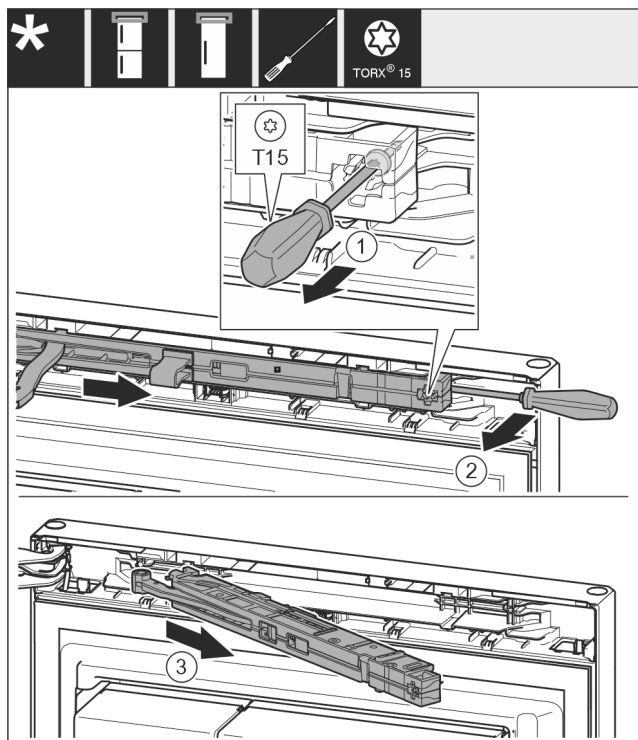

Fig. 8
- ▶ Desserrer la vis de l'unité d'amortisseur de fermeture d'env. 14 mm avec un tournevis T15. Fig. 8 (1)
- ▶ Avec un tournevis, accéder à la partie postérieure de l'amortisseur de fermeture du côté de la poignée et faire tourner l'amortisseur vers l'avant. Fig. 8 (2)
- ▶ Sortir l'amortisseur de fermeture. Fig. 8 (3)